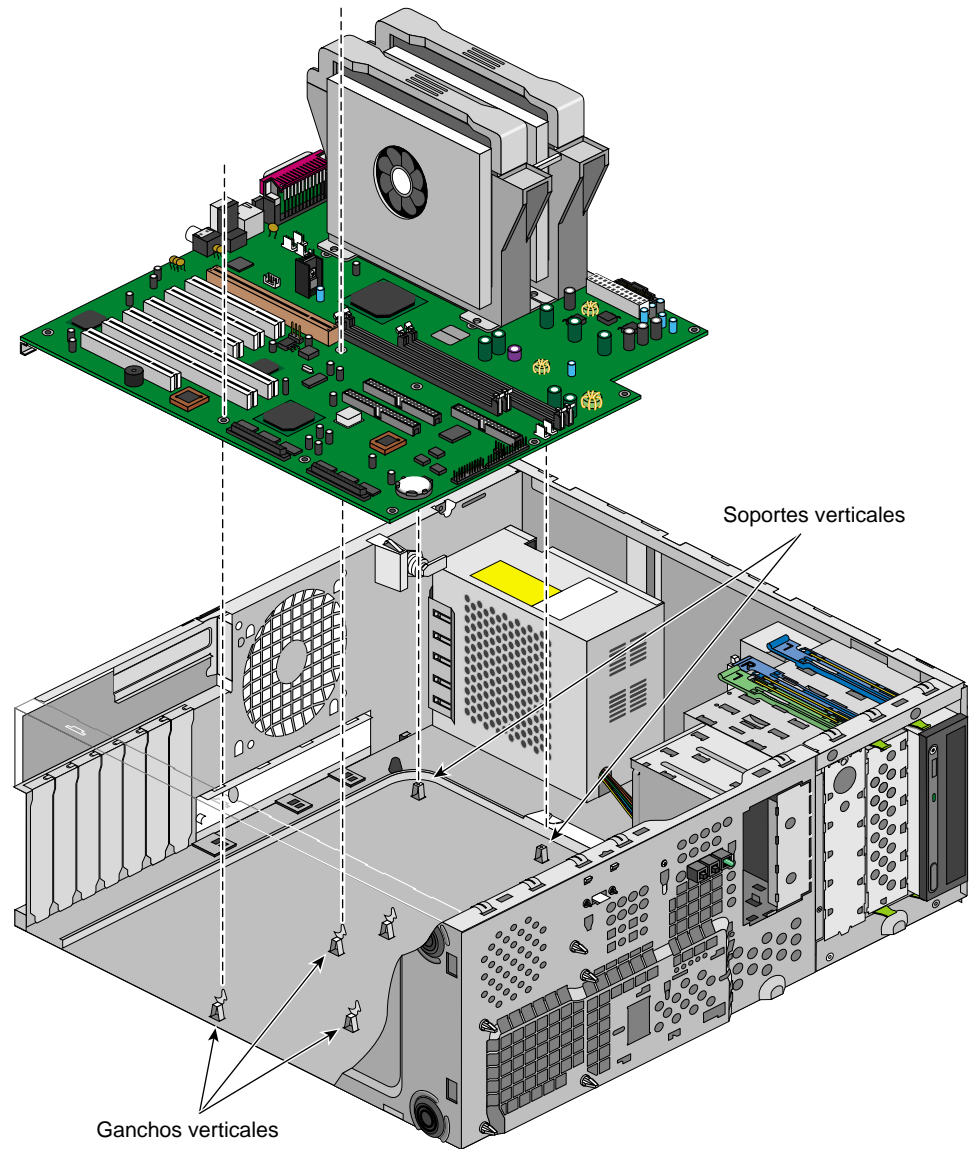

Figura 2-30 Colocación de la placa del sistema en los soportes y los ganchos verticales
8. Desmonte los dos tornillos en los soportes verticales en la parte superior de la tarjeta del sistema. Consulte Figura 2-30 en la página 55 para ver la ubicación de estos tornillos.
4. Coloque la tarjeta del sistema de forma que los ganchos de separación puedan introducirse en los orificios correspondientes de la tarjeta. En la Figura 2-30 se muestra este procedimiento.